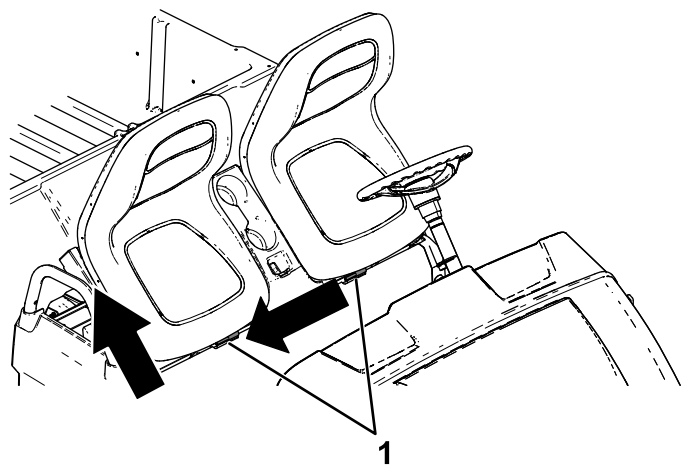

図 2
2. 座席アセンブリを横にスライドさせてピンから外して吊り上げる 図 2。